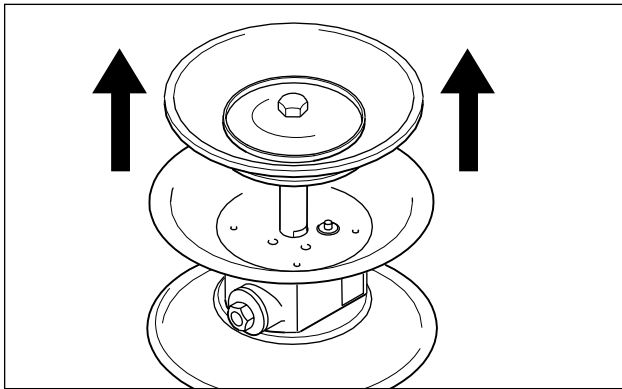

Fig. 11: Extraer el vástago del émbolo.
- Extraiga el vástago del émbolo con la segunda membrana, sacándolo del bloque central. Desmonte la segunda membrana procediendo como se ha descrito antes (Fig. 11).